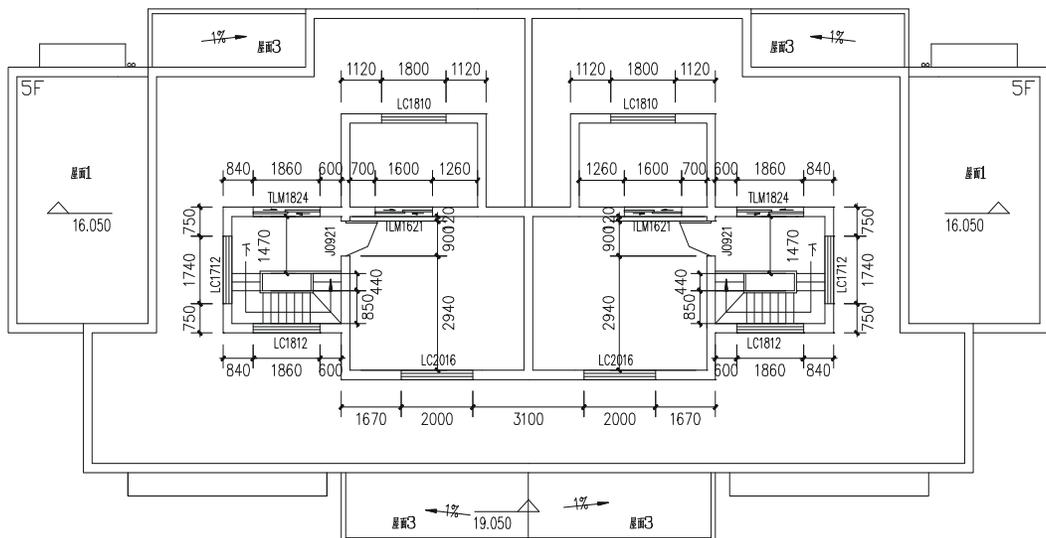

图 11-1-47
**STEP 05** 使用复制命令 COPY 将如图 11-1-43 所示的跃层下平面中的阳台和屋顶复制一份并找一个基准点将其放到如图 11-1-47 所示的位置，将其变为 DASH 线型，再使用镜像命令 MIRROR 将其镜像一份放在右边。